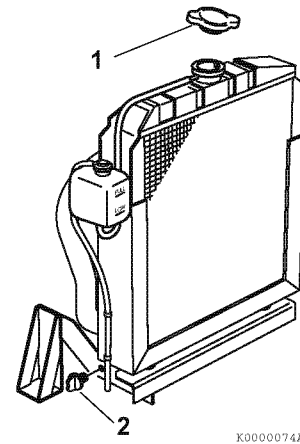

Figure 16
1. Retirez le bouchon de radiateur (1, Figure 16).
2. Desserrez le bouchon de vidange ou ouvrez le robinet de purge (2, Figure 16) dans la partie inférieure du radiateur puis vidangez le liquide de refroidissement moteur.